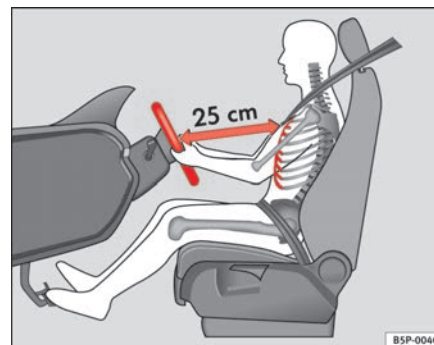

Fig. 133 Posição correcta do banco do condutor
- Ajustar o volante, até ser atingida a posição pretendida ⇒ fig. 133.
- Ajustar o banco do condutor ou o volante, de modo a que a distância entre o volante e o esterno seja de pelo menos 25 cm ⇒ página 164, fig. 133. Se não se respeitar a distância mínima, o sistema de airbag não pode exercer a sua função de protecção – perigo de vida!